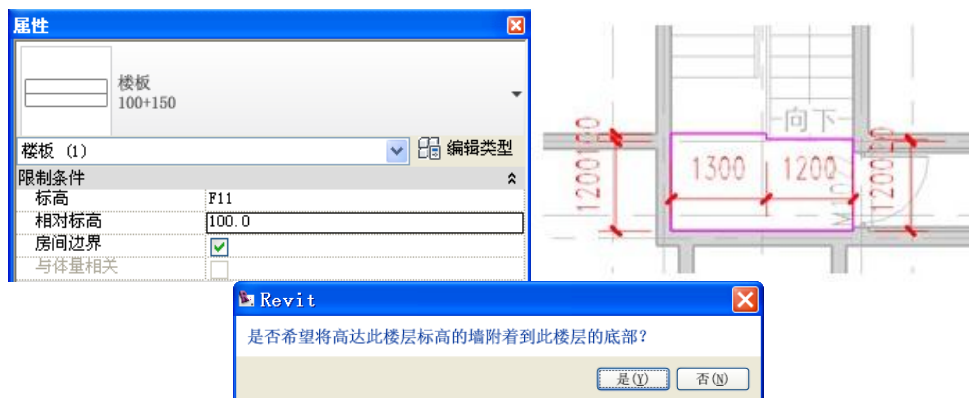

图 4-59
- 16) 在项目浏览器中，选择进入楼层平面 F11，单击“常用”选项卡>“构建”面板>“楼板”按钮，进入楼板轮廓绘制界面，点击“属性”选项卡中的编辑类型，在弹出的“类型属性”对话框中的类型栏选择“100+150”，点击“确定”完成设置，接着在“属性”选项卡中设置相对标高为“100”，然后绘制闭合轮廓线，完成后点击“完成编辑模式”，完成轮廓编辑，当弹出图示对话框时，点击“否”（如图 4-59 所示）。